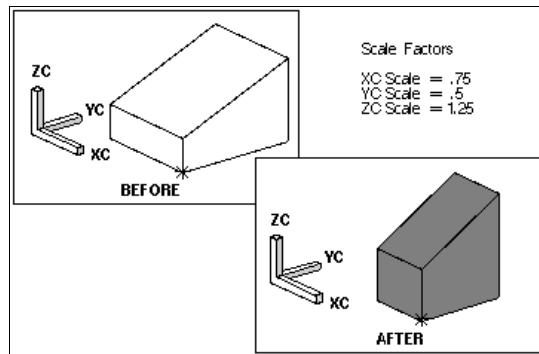

图 2-50 非均匀比例
- 非均匀比例：单击该按钮后，在弹出的对话框中设置 XC、YC、ZC 方向上的缩放比例，如图 2-50 所示。